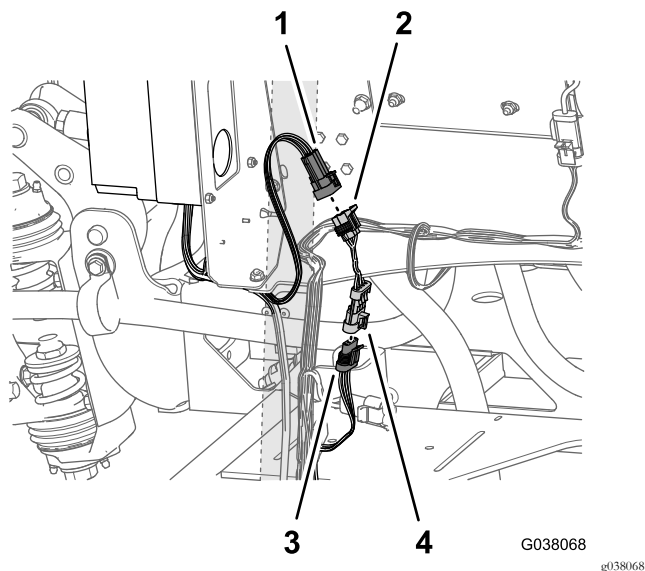

Figura 119
2. Ligue o conector de quatro pinos da cablagem do jumper ao conector de 4 tomadas da cablagem traseira rotulado HOSE REEL (Figura 119).
3. Na traseira da caixa de controlo da pistola de pulverização ou cilindro de tubagem elétrico, localize o conector de seis pinos (Figura 119) rotulado RATE SWITCH INTERCONNECT (OPTIONAL SPRAY GUN).
4. Ligue o conector de seis pinos (Rate Switch Interconnect) ao conector de 6 tomadas da cablagem do jumper (Figura 119).